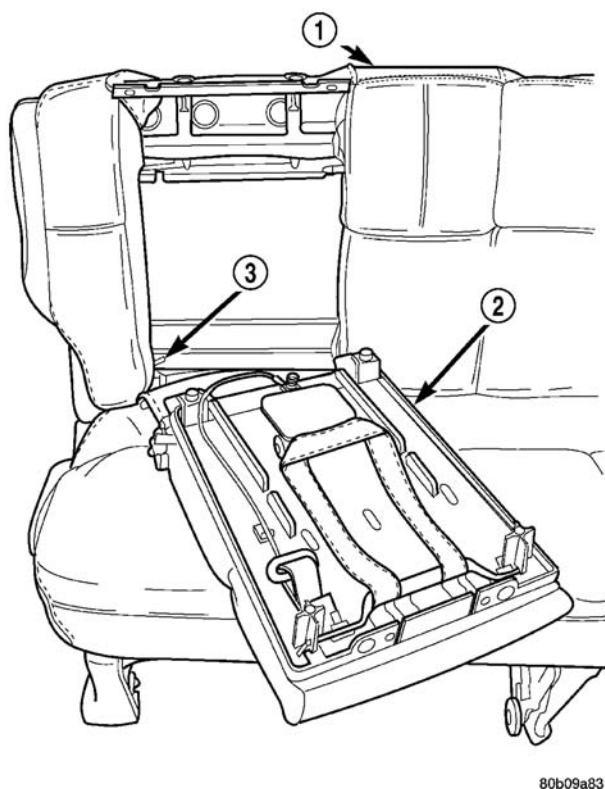

图4 儿童约束防护座椅模块
- (7) 将儿童约束防护座椅模块拆离座椅靠背（图 4）。
- （1）将儿童约束防护座椅模块装到座椅靠背上（图4）。